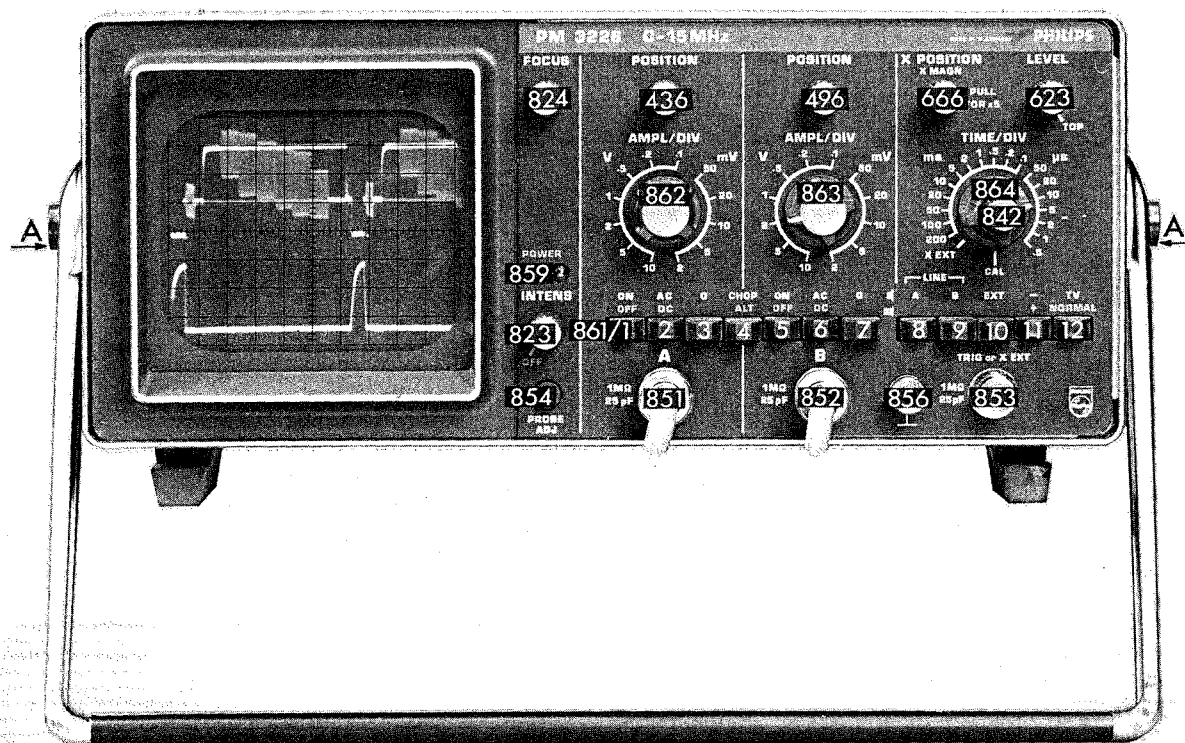

Abb. 2.2. Frontansicht mit Angabe der Bedienungsorgane
Das Gerät kann in horizontaler Lage, in vertikaler Lage, oder mit Hilfe des heruntergeklappten Tragbügels in verschiedenen gekippten Lagen aufgestellt und betrieben werden. Um den Tragbügel frei zu setzen, beide Schwenkknöpfe A (siehe Abb. 2.2) drücken.
### 2.1.6. Bedienungsorgane und Buchsen (Abb. 2.2.)
- den Handgriff von der Frontplatte wegschwenken, dazu sind die beiden Verriegelungsknöpfe A (siehe Abb. 2.2.) zu drücken.